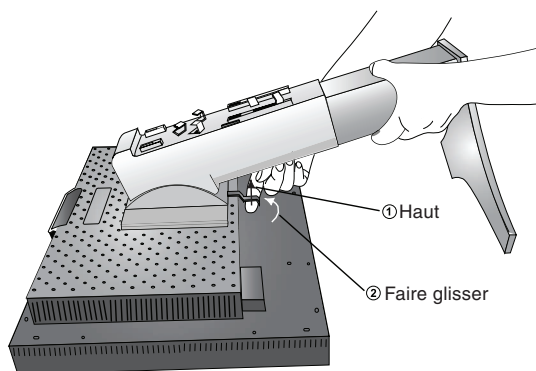

Figure S.2
4. Placez une main autour du socle et l'autre sur le levier à dégivrage rapide. Déplacez le levier à dégivrage rapide dans la direction indiquée par les flèches (**Figure S.2**).